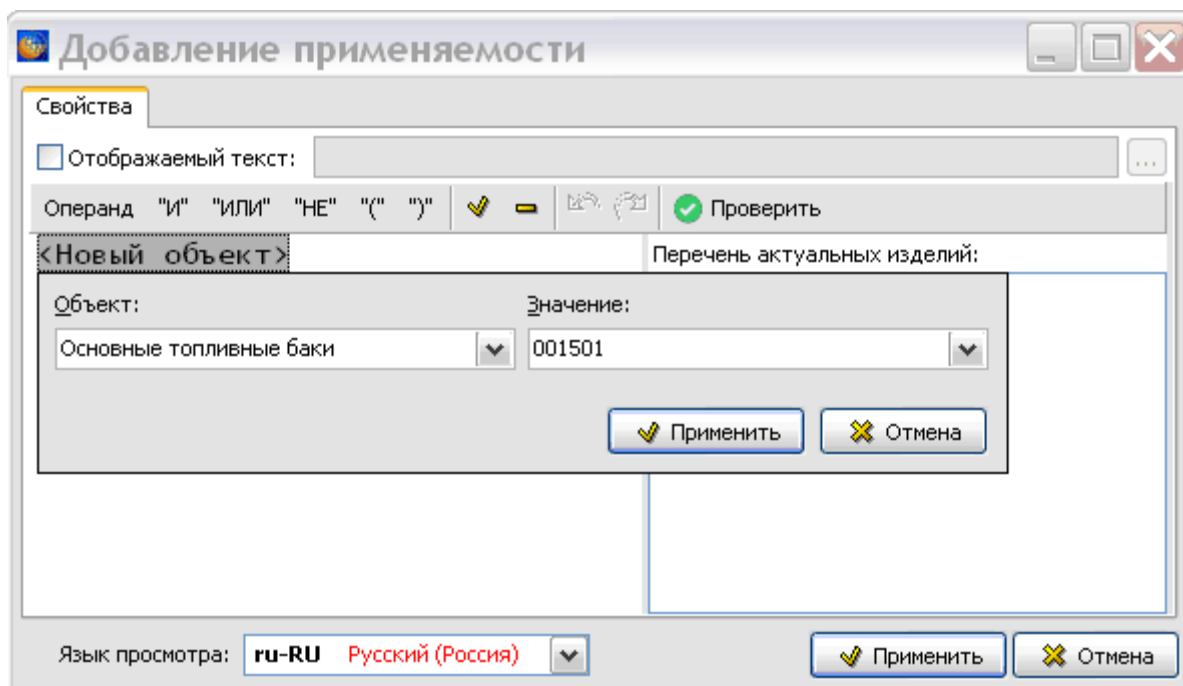

Рис. 22.67
4. В выпадающем списке поля **Объект** выберите атрибут, например «Основные топливные баки», или условие. В выпадающем списке поля **Значение** выберите значения атрибута/условия (Рис. 22.67).